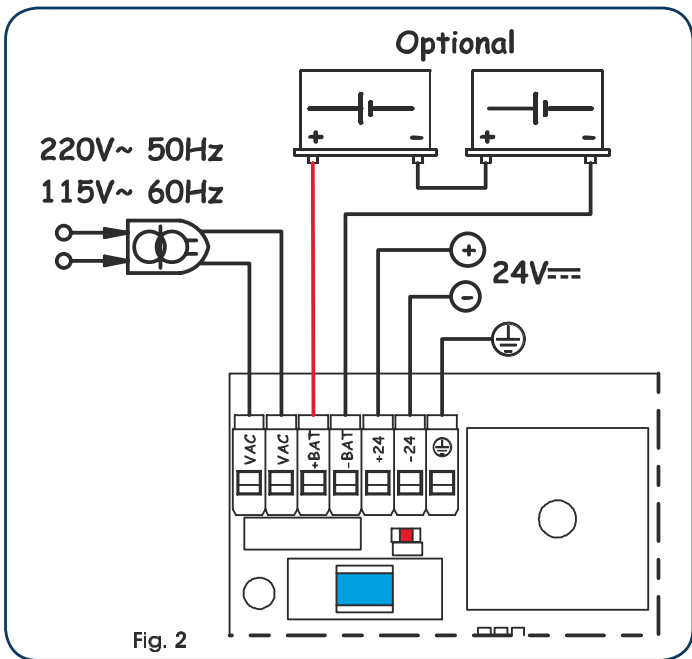

Fig. 2
5.1. KLEMMENBORD CN1 (Fig. 2)	pag.53